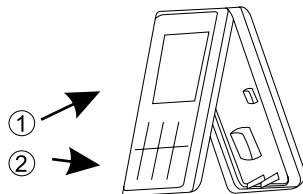

Рис. 4
3. Закрепите переднюю панель пульта на задней крышке пульта (рис. 4). Для этого: